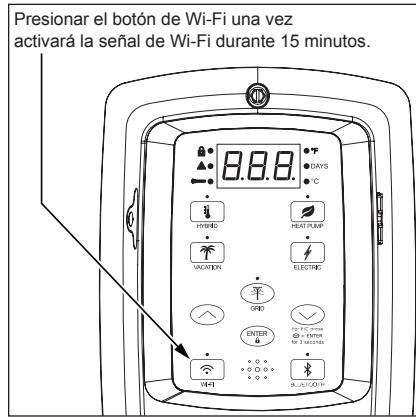

Figura 25 - Control de Wi-Fi
- 1 Para activar la señal de Wi-Fi, presione el botón Wi-Fi una vez. El LED parpadeará en intervalos de 1/2 segundo. El Wi-Fi activará el modo de emparejamiento (Figura 25).